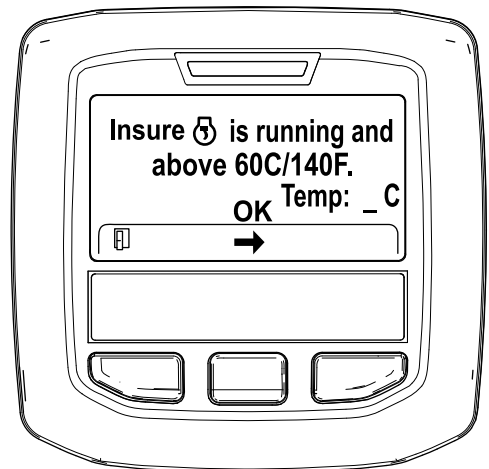

Figura 32
- Si la temperatura del refrigerante está por debajo de 60°C (140°F), aparece el mensaje "Insure ☺ is running and above 60C/140F" (Asegúrese de que funciona y esté por encima de 60 °C/140 °F). (Figura 32).